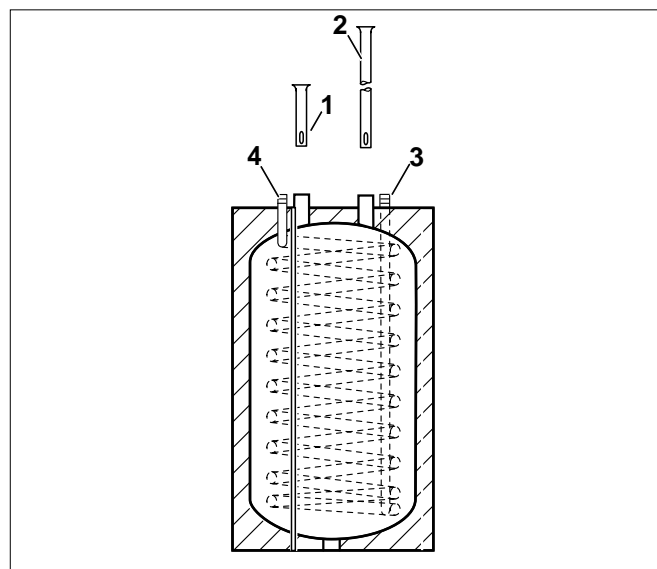

Fig. 7 Attacco dall'alto (montaggio degli apparecchi uno sopra l'altro)
- Inserire il tubo ad immersione corto dall'alto in AB (Fig. 7, Pos. 1).
- Inserire il tubo ad immersione lungo dall'alto in EK (Fig. 7, Pos. 2).
Legenda Fig. 7: